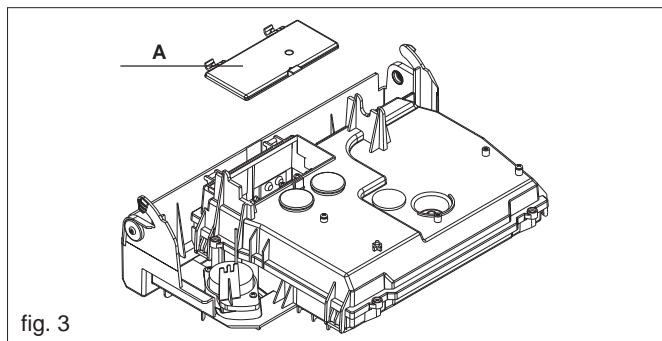

fig. 3
- enlever le couvercle (A, fig. 3) qui permet d'accéder aux bretelles